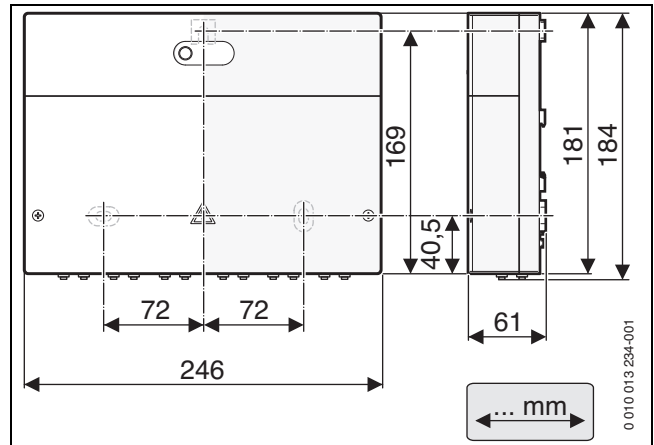
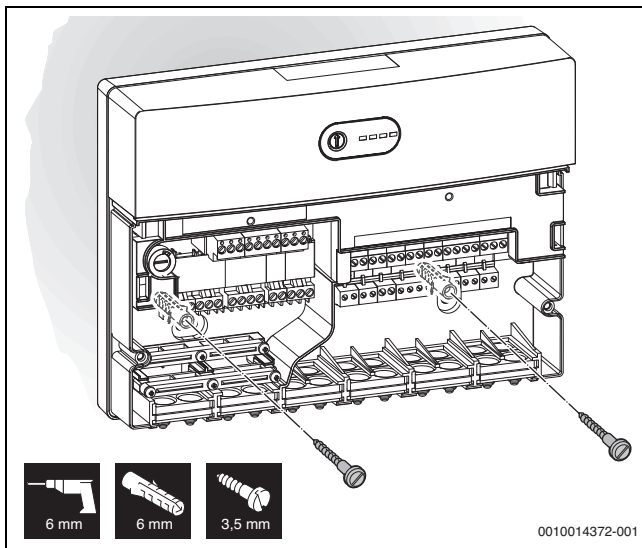
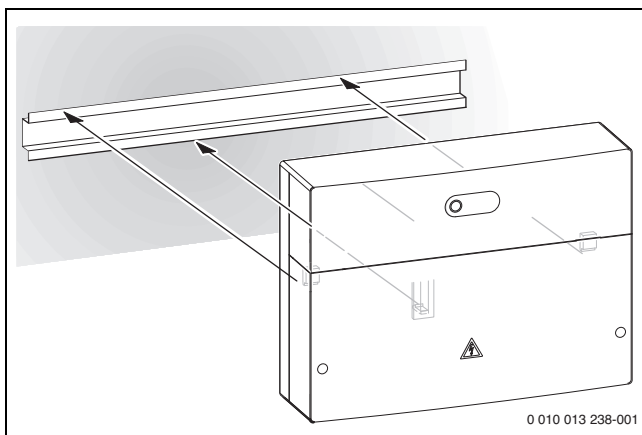

Bild 19 Abmessungen des Elektronik-Moduls
Bild 22 Elektronik-Modul an der Wand befestigen
Bild 23 Elektronik-Modul an Hutschiene befestigen
- Modul an einer Wand (→ Bild 19 – Bild 22), an einer Hutschiene (→ Bild 23) oder in einer Baugruppe installieren.